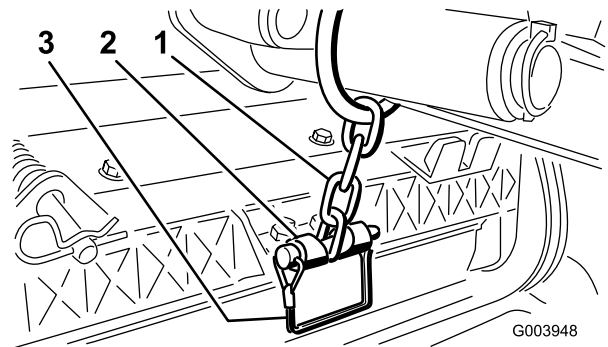

Figura 9
12. Fissate la catena del braccio di sollevamento alla staffa della catena, usando il perno di ritenuta (Figura 9). Utilizzate il numero di maglie della catena riportato nel Manuale dell'operatore degli elementi di taglio.